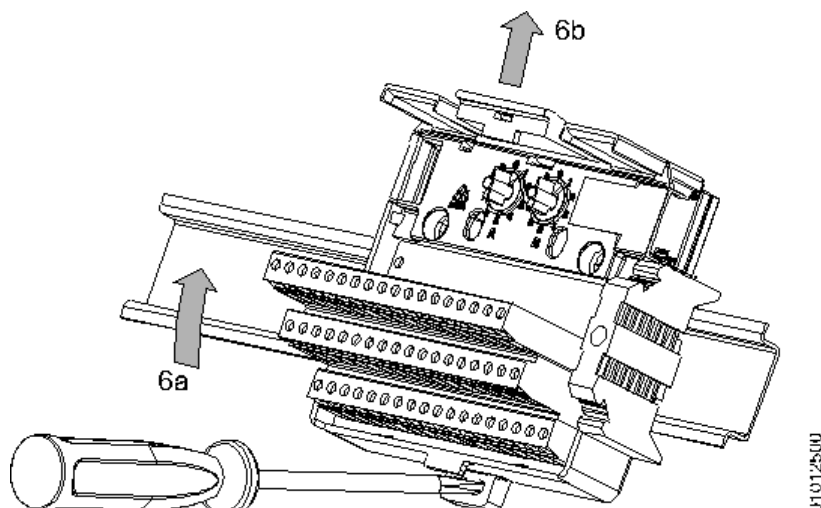

Figura 26: Remoção das bases da Série Ponto
3. Com uma chave de fenda soltar a trava que prende a base ao trilho, girar a base para fora do trilho (6a) e deslizar a base, retirando-a do trilho (6b), conforme Figura 26;